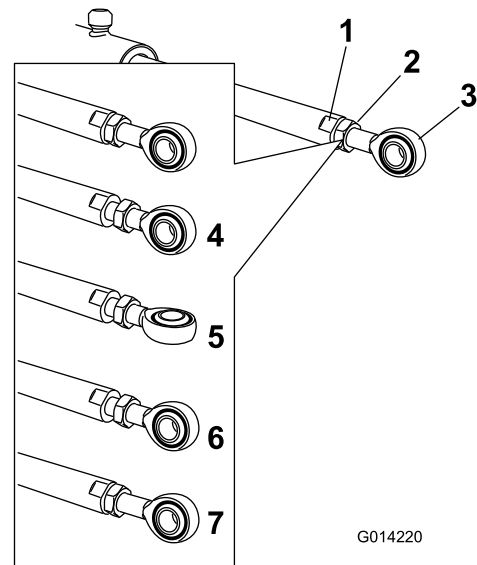

Bild 59
5. Arretieren Sie die flachen Seiten der Aktuatorstange mit einem Schraubenschlüssel und lösen Sie dann die Klemmmutter, damit Sie die Ösenstange manipulieren können (Bild 59).
6. Drehen Sie die Ösenstange in der Aktuatorstange, um den ausgefahrenen Aktuator auf die gewünschte Stellung zu verlängern oder zu verkürzen (Bild 59).